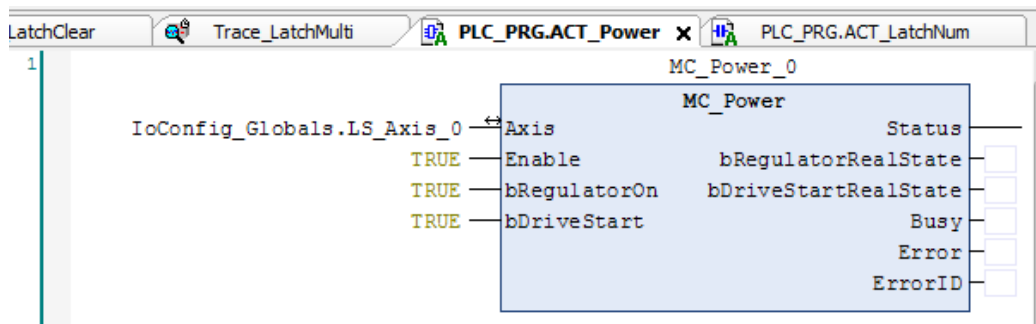

图 9.51 上电模块 Power
- (1) 新建工程并命名 HighSpeedLatch，编程语言为结构化文本 ST。
- (2) 右击 PLC\_PRG 主程序，选择“添加对象”-“动作”，命名 ACT\_PD606\_Cmd，负责脉冲方向模块和硬件 IO 处理模块，编程语言为梯形图 LD，在设备栏双击 ACT\_PD606\_Cmd 进入程序编辑区，添加 PD606\_IO\_Cmd 模块并在指令中填上对应的轴号。
- (3) 按照步骤 2 的方法依次添加上电模块 Power、相对运动模块 RelativeMove、高速锁存模块 ACT\_HighSpeedLatch，并填写相应的参数，如图 9.51~9.53 所示。